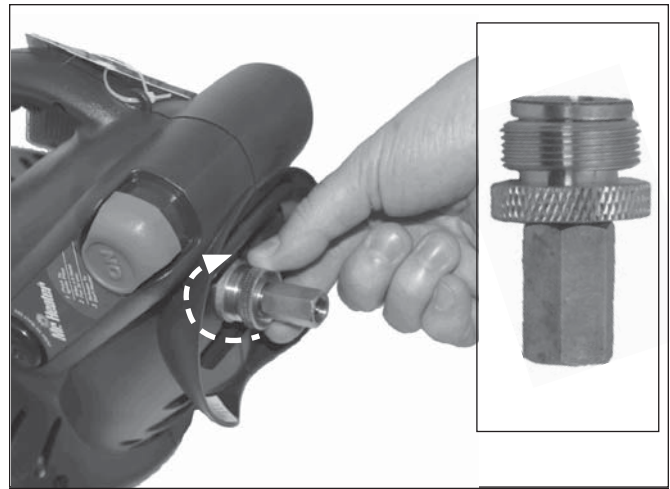
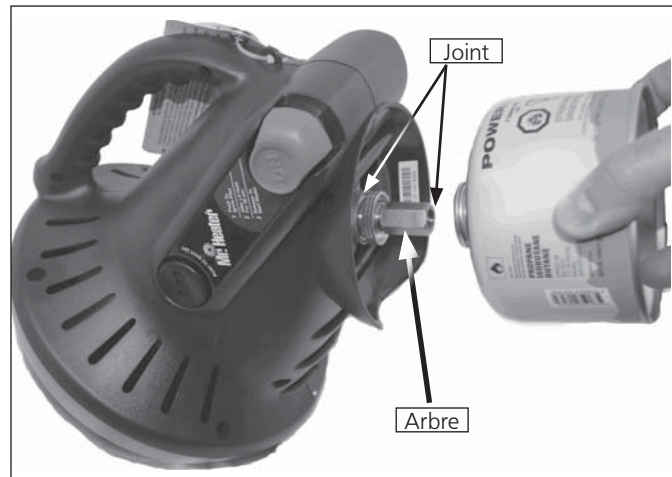

Figure 1
Figure 2
- Vérifiez si les joints (entre l'appareil et le réservoir de gaz) sont en place et en bon état avant de connecter au réservoir de gaz. N'utilisez pas un appareil qui a des joints endommagés ou usés. N'utilisez pas un appareil qui fuit, endommagé ou qui ne fonctionne pas correctement. Voir Figure 2.
- Pour utiliser avec du propane(G31): Vissez dans le sens horaire (du bas), la cartouche jetable d'un(1) livre (465g) servant d'alimentation en gaz propane dans l'appareil de chauffage portatif jusqu'à la main serré et fixez la cartouche dans le support. N'utilisez pas un produit d'étanchéité sur cette connexion.
- Pour utiliser avec un mélange de butane / propane (G30 + G31): Vissez l'adaptateur en laiton dans le sens horaire dans le régulateur de l'appareil portatif (du bas) jusqu'à ce qu'il soit serré. Voir Figure 1. N'utilisez pas un produit d'étanchéité sur cette connexion. Vissez la cartouche du mélange de butane / propane (G30 + G31) dans l'adaptateur (dans le sens horaire), une fois que l'arbre sur l'adaptateur commence à tourner la cartouche, elle est maintenant connecté, et alors, montez la cartouche dans le stand.
- Appuyer sur le bouton « ALLUME » pendant 30 secondes afin d'allumer la veilleuse (répétez jusqu'à ce que la pilote s'allume) et continuez à tenir pendant 30-60 secondes. Voir la Figure 2. REMARQUE: les poussées sont fréquentes lors du premier allumage de l'appareil. Gardez votre visage et les objets inflammables loin de l'appareil.